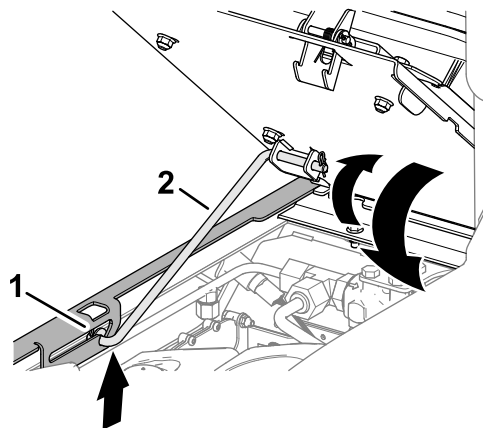

Figure 53
1. Faites pivoter le siège légèrement et sortez la béquille du cran dans la fente de blocage du support du siège (Figure 53).